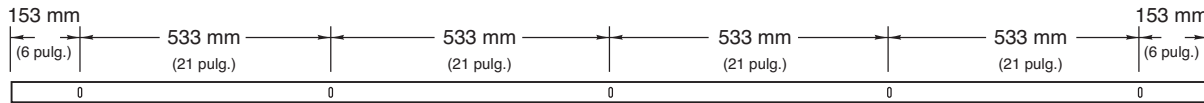

Figura 1
2. Consulte la **Figura 1** para ver el montaje de un carril específico y la longitud.
- 2.1 Perfore orificios de montaje de aprox. 4 mm (0,140 pulg.) de diámetro en el carril cada 153 mm (6 pulg.) (o según sea necesario) para evitar que el carril se deforme cuando se instalen luminarias pesadas. Consulte la **Figura 1**.